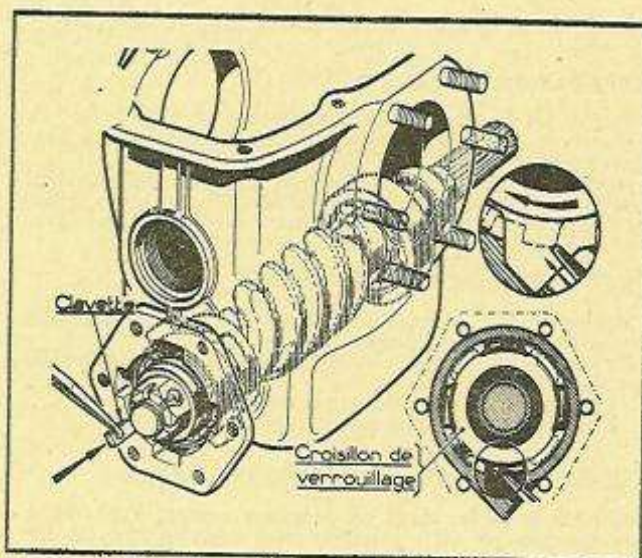

Fig. 56. — Mise en place de la vis.
- Introduire la vis dans le carter par l'AV, tourner le croisillon de verrouillage d'un quart de tour, pour le placer dans sa position définitive (fig. 56).